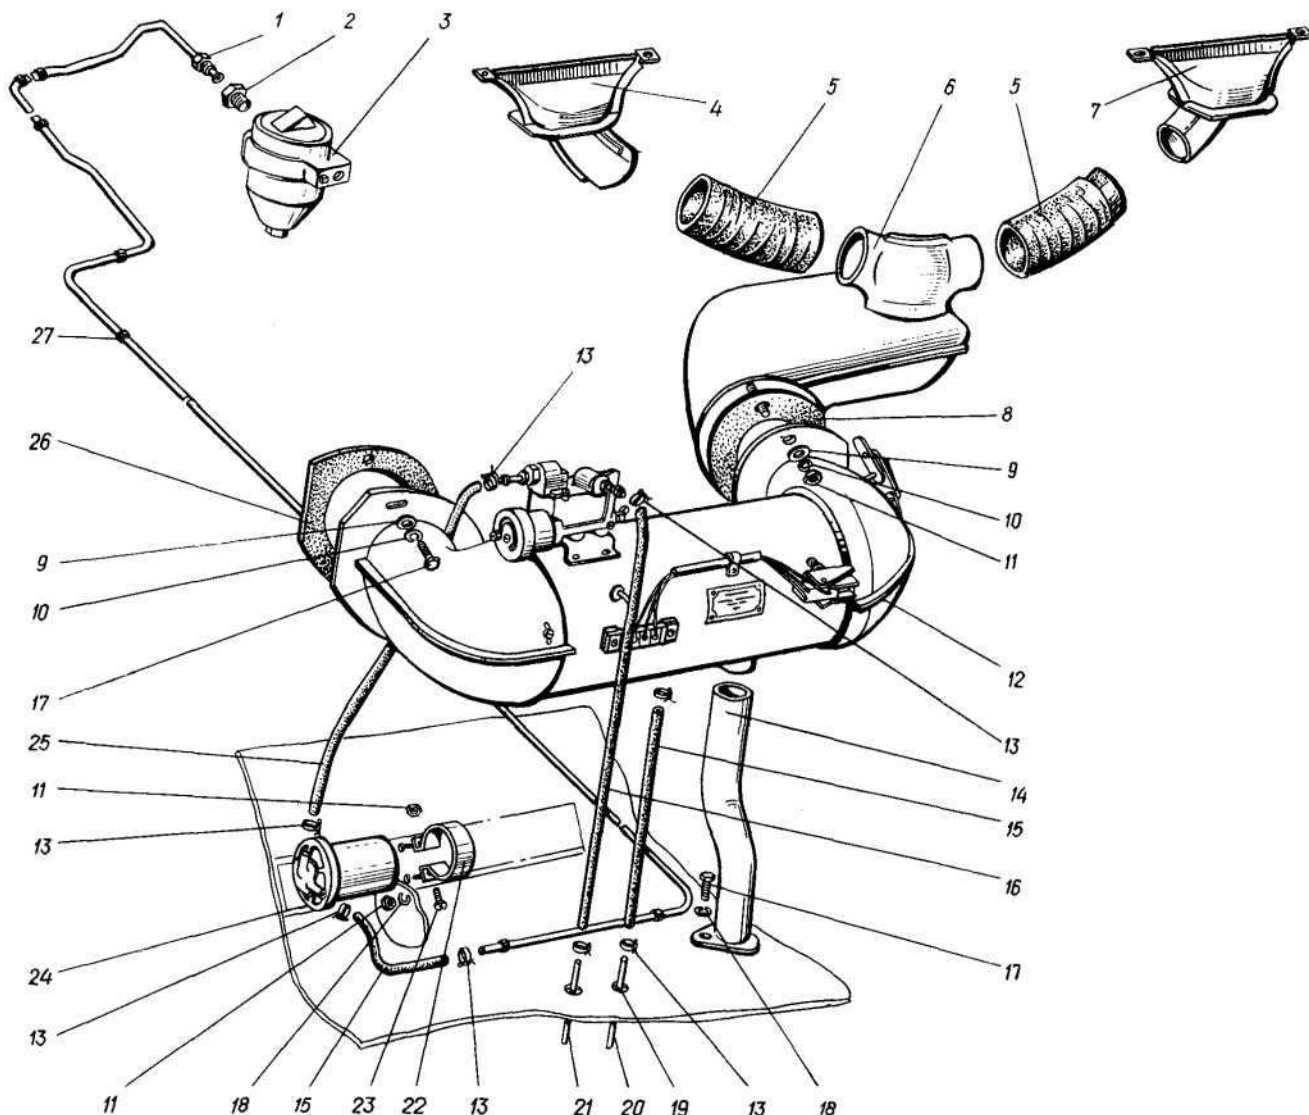
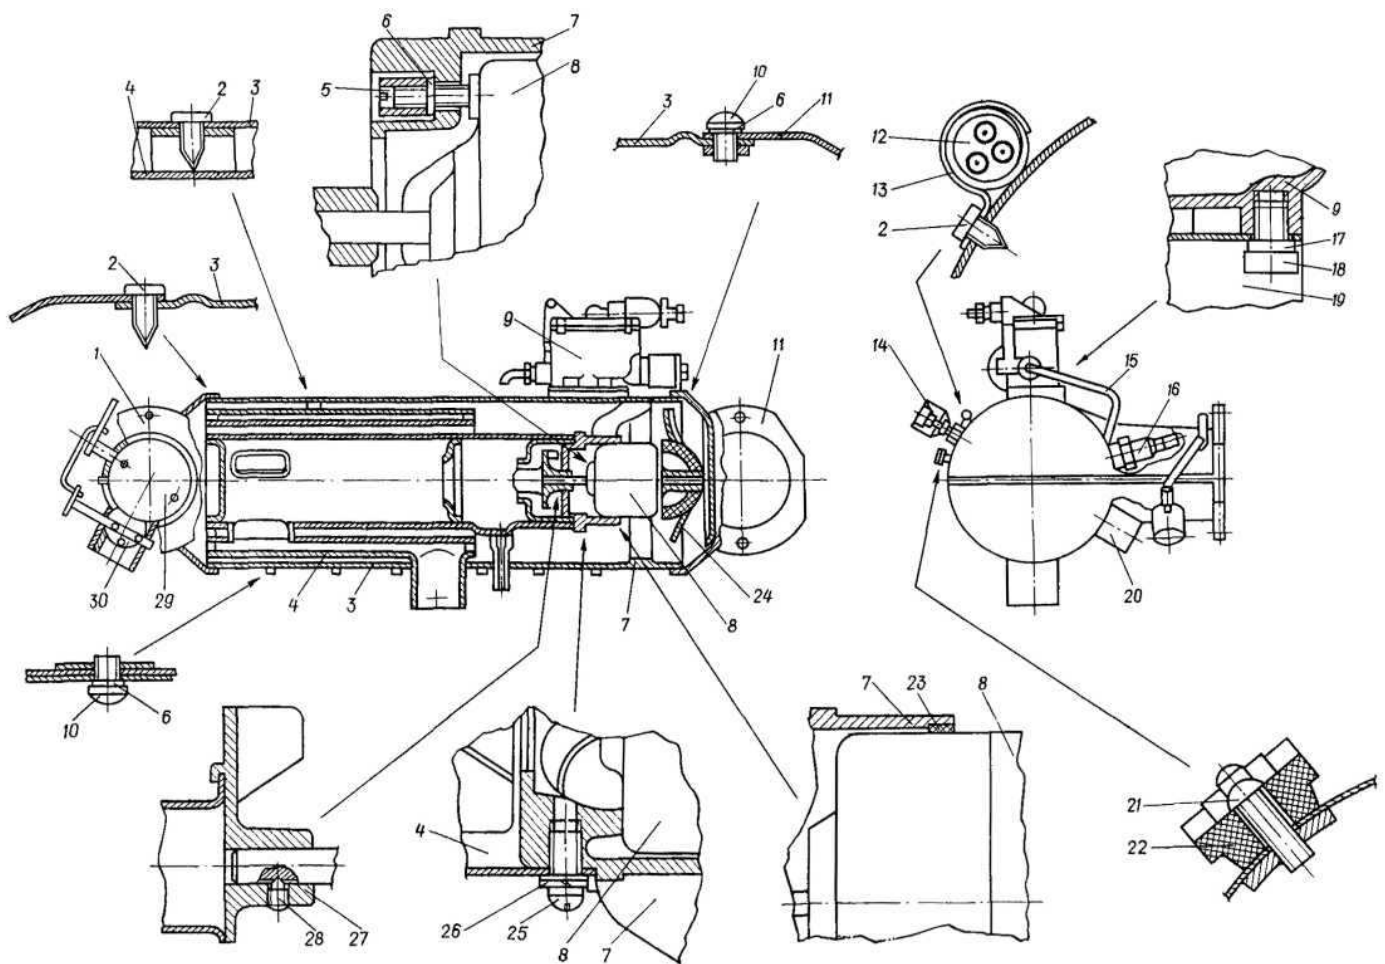
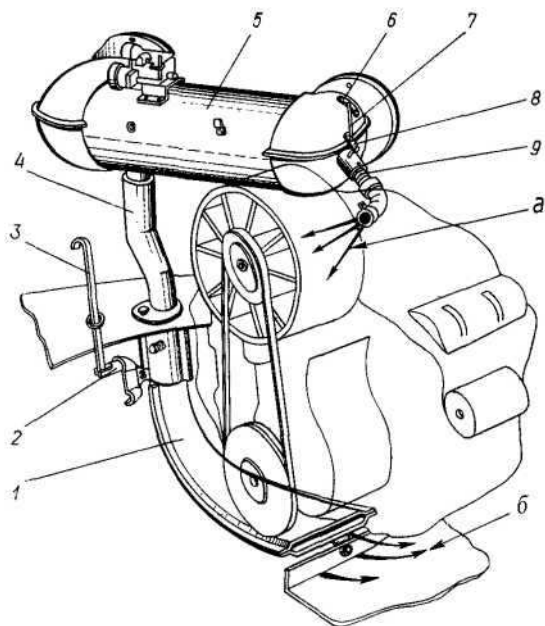

Рис. 249. Отопительная установка (монтаж):
Рис. 250. Отопительная установка (устройство):
Рис. 251. Предпусковой подогрев двигателя:
Отопительная установка (рис. 249 и рис. 250) предназначена для обогрева салона, а также для предпускового подогрева двигателя. Подогрев двигателя производится нагреваемым воздухом и выхлопными газами установки (рис. 251). Тягу 3 при подогреве двигателя следует переводить в верхнее фиксированное положение, а при обогреве салона — в нижнее (выхлопные газы установки при этом отводятся под автомобиль); заслонки 29 и 30 (рис. 250) устанавливать соответственно в положение подогрева двигателя (рычаги осей заслонок повернуть против часовой стрелки до упора) или на подачу теплого воздуха в салон.
При необходимости интенсивного обогрева лобового стекла заслонку распределителя 6 (рис. 249) следует переводить на подачу тёплого воздуха только в сопла.
Установка состоит из электродвигателя 8 (рис. 250) с фланцем 7 и теплообменника 4, установленных в кожухе 3. Для возможности разборки установки обечайка кожуха снизу по длине соединяется внахлест шестью винтами 10. На вал электродвигателя посажены нагнетатель 27 и вентилятор 24. С торцов на кожух установлены угловые фланцевые крышки: передняя 11 для забора воздуха вентилятором из салона на нагрев и задняя 1 с заслонками 29 и 30 для подачи нагретого воздуха в салон или под кожухи двигателя. Подача воздуха в камеру горения и горячих газов на нагрев теплообменника производится нагнетателем 27 с забором воздуха из моторного отсека через патрубок 20. Топливо в камеру горения теплообменника подводится над накаливающейся (при розжиге) спиралью свечи 16 по питающей трубке 15 от регулятора подачи топлива 9.
При переполнении поплавковой камеры регулятора (например, из-за негерметичности клапана или неправильной регулировки положения поплавка) топливо из неё сливается шлангом 16 (рис. 249) под автомобиль. При появлении из этого шланга течи топлива ручка переключателя отопительной установки должна быть немедленно переключена в положение 0. До устранения причины течи включение установки недопустимо.
- ослабив хомуты, снимите шланг 15 (рис. 249) с дренажной трубки и топливоподводящий и сливной шланги со штуцеров регулятора подачи топлива;
С помощью воротка Ø7...8 мм вывинтите всасывающий патрубок 20 (рис. 250);